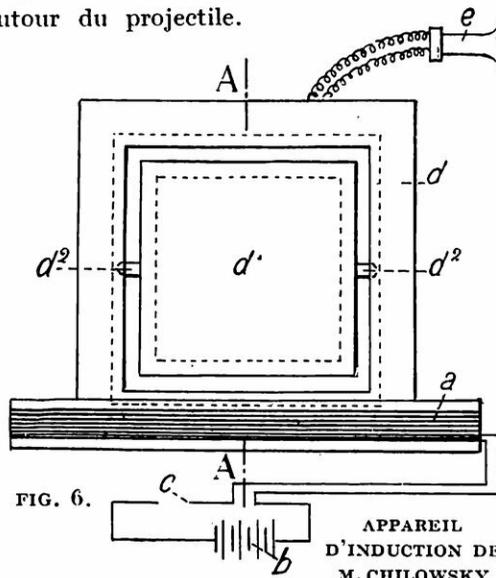

FIG. 6. APPAREIL D'INDUCTION DE M. CHILOWSKY
M. Chilowsky a fait construire par la maison Gaiffe un appareil d'induction qui, bien que basé sur le principe de la balance de Hughes, ne comporte que deux bobines placées symétriquement dans des plans perpendiculaires l'un à l'autre (fig. 6 et 7). Il s'ensuit que la bobine induite n'est pas traversée par les lignes de force magnétiques de la bobine inductrice; par conséquent aucun courant ne peut normalement sensibiliser le téléphone intercalé dans son circuit.